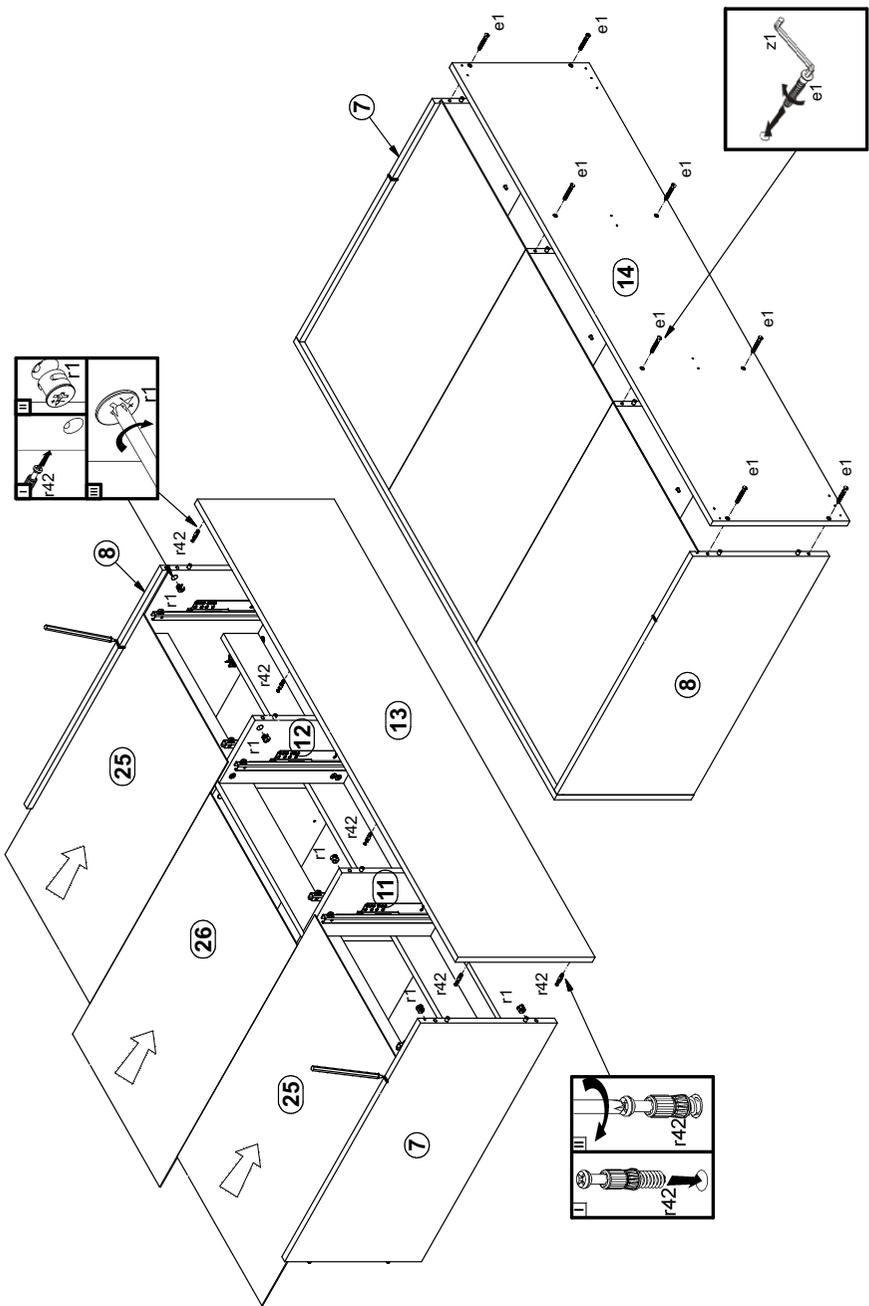

Рисунок 4
2. В отверстия  $\varnothing 8$  мм на верхних кромках стенок средних **9, 10 (см. рис. 4)** вбить деревянные шканты **f6**.
8. В отверстия  $\varnothing 5$  мм на внутренних поверхностях стенок **7, 8 (см. рис. 2)**, на нижней поверхности щита **13 (см. рис. 4)** вкрутить винты стяжки **r42**.
9. В отверстия  $\varnothing 15$  мм на нижних поверхностях цоколей **17 (см. рис. 2)**, на задней поверхности планки **22 (см.рис. 2)**, на боковых поверхностях стенок **7, 8 (см. рис. 4)** вставить стяжки эксцентриковые **r1**.
13. В пазы деталей **7, 8, 13** вставить стенки задние **25, 26 (см. рис. 4)**.
14. Присоединить щит **14** к стенкам **7, 8, 9, 10** затянуть конформаты **e1**, пользуясь ключом **z1 (см. рис. 4)**.